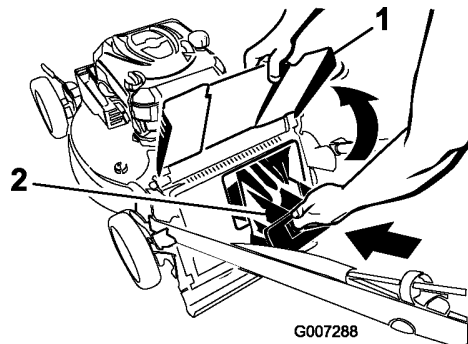

Рисунок 26
4. Установите нижний штепсель разгрузки (Рисунок 26)